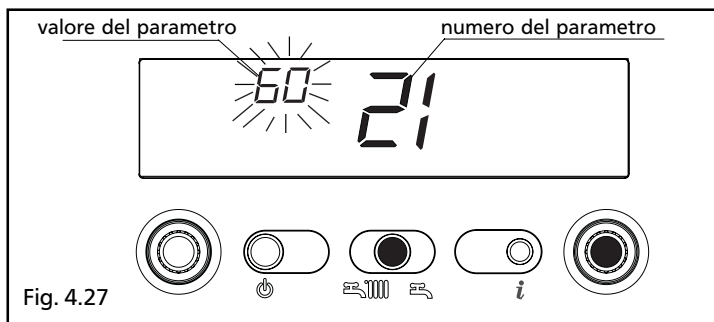

Fig. 4.27
- premere il tasto ENTER per accedere alla modifica del valore del parametro. Alla pressione del tasto ENTER lampeggia il valore precedentemente impostato (fig. 4.27)
- premere il tasto ENTER per accedere alla modifica del valore del parametro. Alla pressione del tasto ENTER i digit lampeggiano evidenziando il valore precedentemente impostato (fig. 4.27)